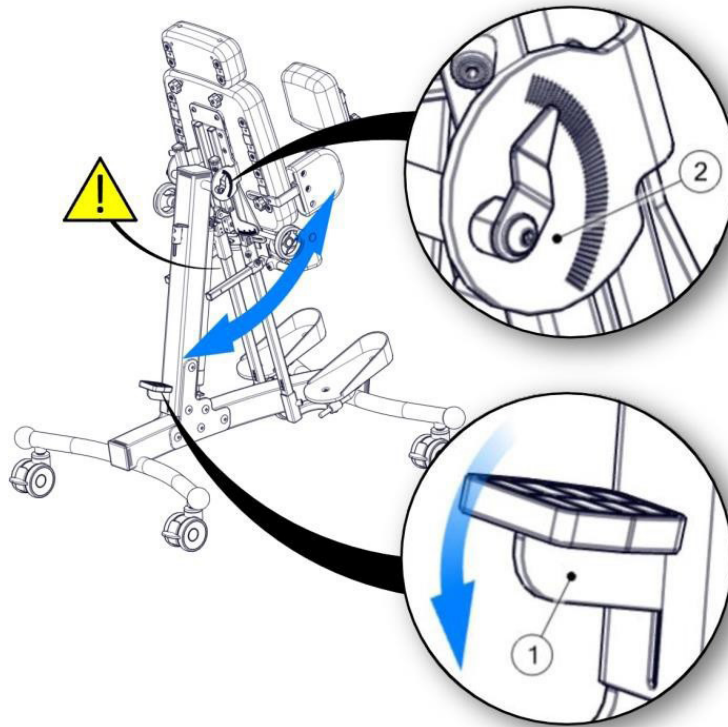

рис. 13
Размещение пациента в устройстве спиной к опоре должно выполняться при заблокированных колесах рамы во избежание случайного перемещения устройства, которое может привести к неконтролируемому изменению положения и травмированию пациента. Изменение положения обеспечивается с помощью газовой пружины, однако при вертикализации необходимо придерживать основную опору для спины. Чтобы изменить угол наклона устройства в положении пациента спиной к опоре, нажмите ногой педаль (1), которая дает возможность выполнить ручную регулировку для получения необходимого положения. При регулировке важно обращать особое внимание на область между колонной, основной опорой для туловища и кронштейнами опор для ног. Нельзя помещать никакие предметы в этой области, так как они могут блокировать движение устройства и в результате даже повредить его. Чтобы зафиксировать положение, отпустите педаль (1), которая блокирует газовую пружину и обездвиживает основную опору для туловища в заданном положении. Угол наклона в положении пациента спиной к опоре можно определить с помощью шкалы (2). Шкалы размещены с обеих сторон устройства. Рис. 13.